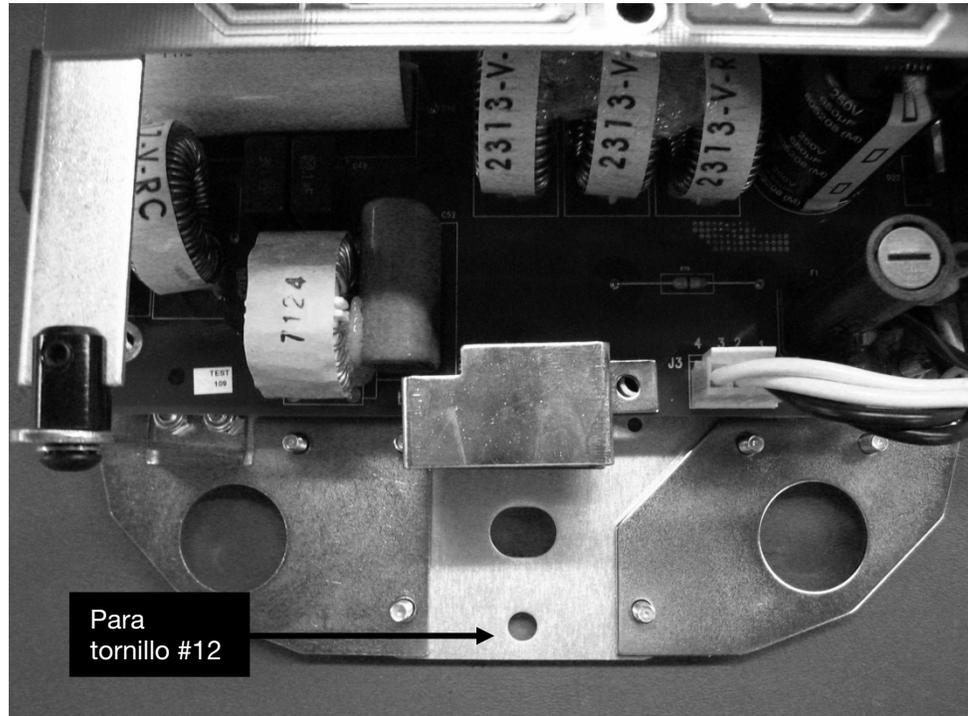

Figura 15
7. Taladrar un orificio para un tornillo para madera #12 debajo del tirafondo inferior, como se muestra en la *Figura 15*. Instalar y ajustar el tornillo para madera para evitar que la unidad se gire.